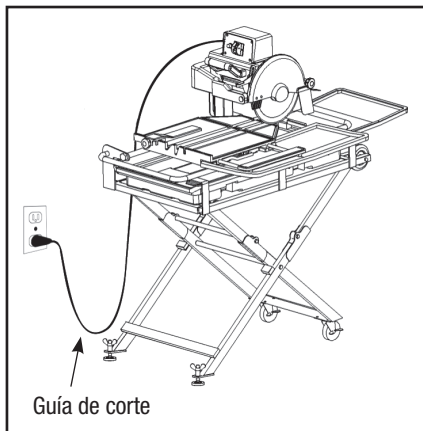

FIGURA 1
A. Para evitar que el enchufe o el receptor de la herramienta se moje, posicione la sierra eléctrica a un lado donde esté instalado un receptor en la pared, para prevenir que gotee agua en el receptor o en el enchufe. El usuario deberá hacer que el “cable tenga una curva hacia abajo para el goteo,” que quede por debajo del receptor o del conector en caso de estar utilizando un cable de extensión, para prevenir que el agua viaje a través del cable y haga contacto con el receptor (ver FIGURA 1).